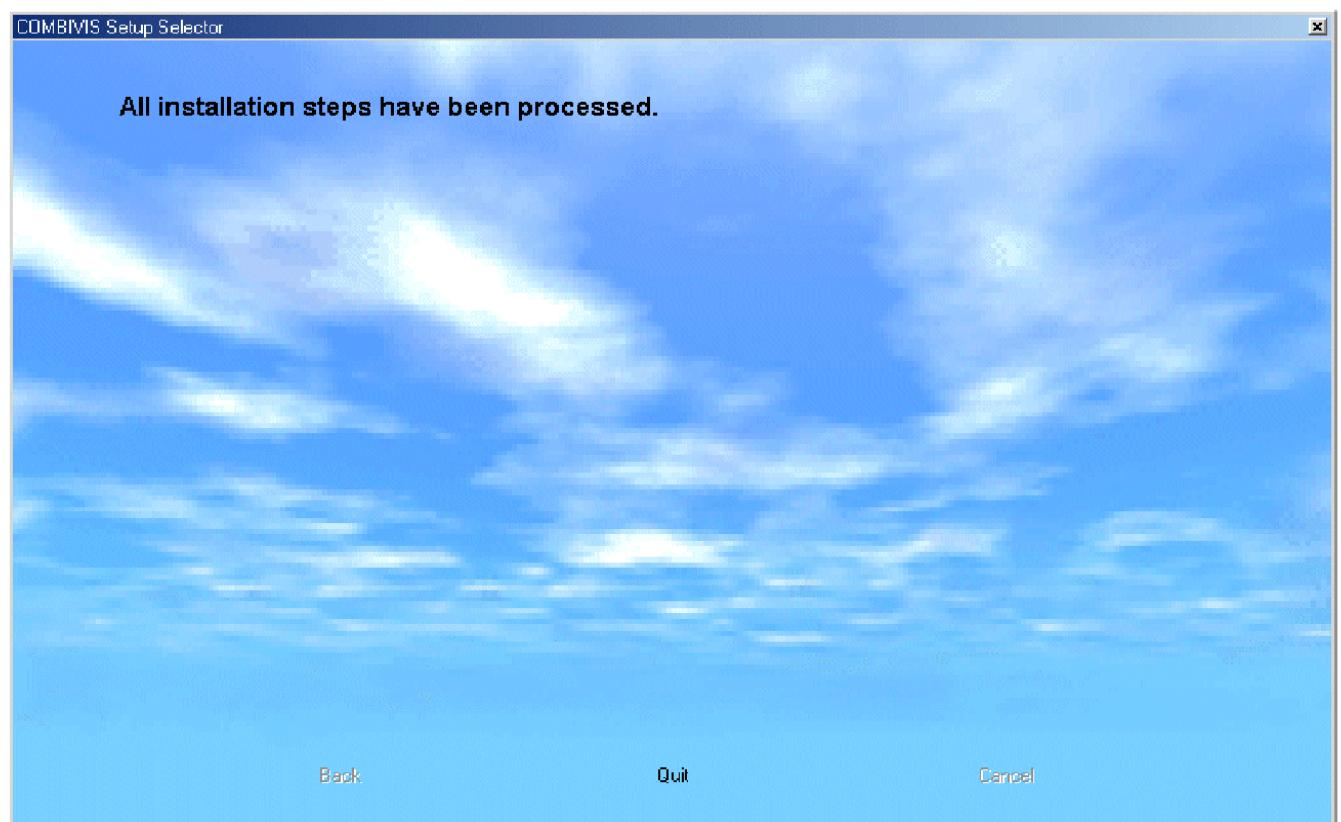

Рисунок 5
**1.5.** Об окончании установки комплекта **COMBIVIS 5.5** свидетельствует вывод на экран соответствующего окна (рис. 5) с сообщением об удачной инсталляции. Закрытие мастера установки производится путём нажатия кнопки *Quit*. В зависимости от производительности компьютера и выбранного типа установки, время появления этого завершающего окна может быть продолжительным. Рекомендуется терпеливо подождать.